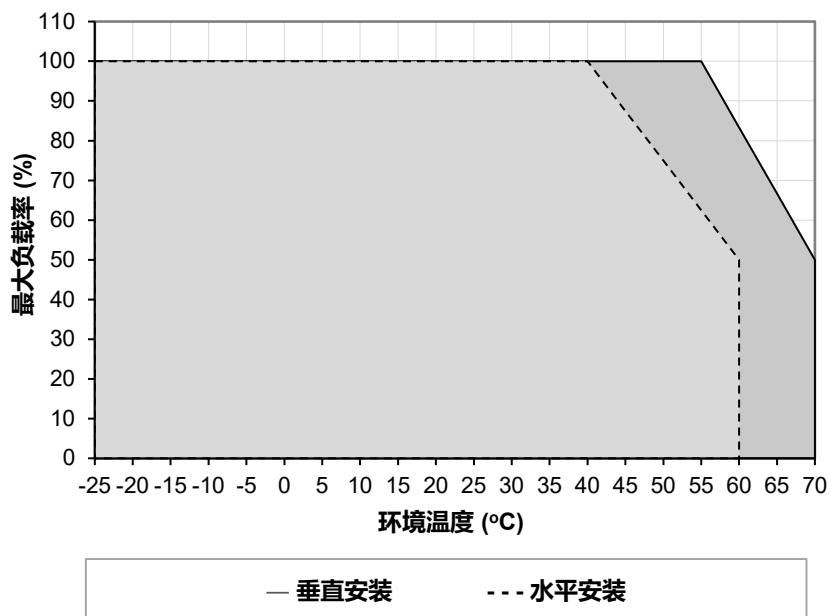

图. 1 垂直安装功率降额
1. 电源如持续在降额曲线以外区间使用，可能导致零部件降级或损坏，具体参照图 1 所示图表。